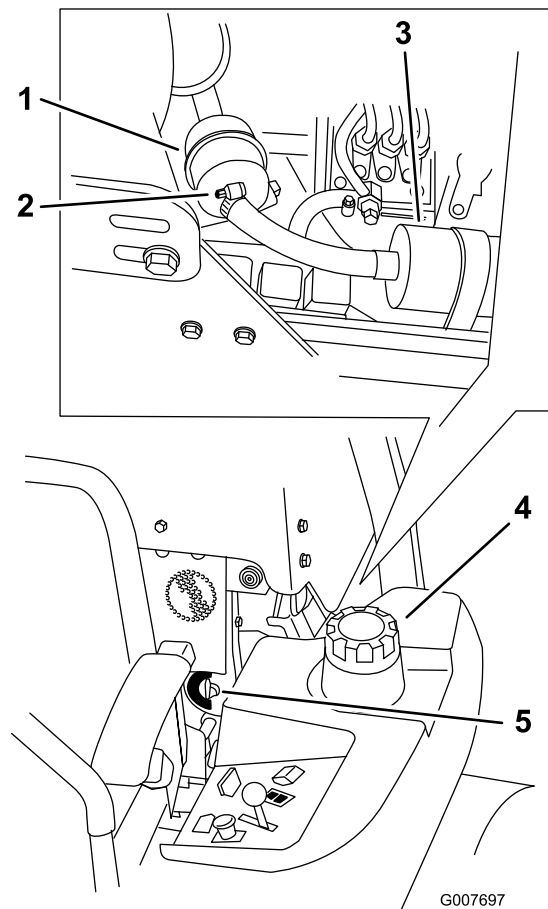

Figura 44
4. Chiudete la valvola di intercettazione del carburante (Figura 44).
5. Allentate le due fascette stringitubo e scollegate i tubi del carburante dal filtro carburante (Figura 44).
6. Montate un nuovo filtro. Collegare i tubi del carburante al filtro carburante e montate le due fascette stringitubo (Figura 44).